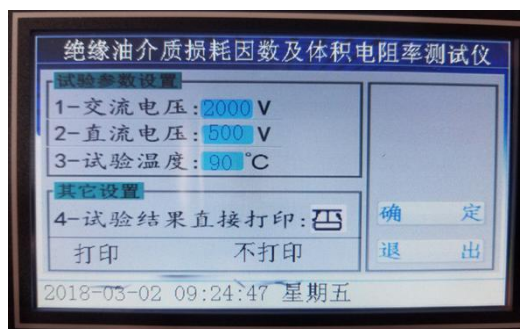
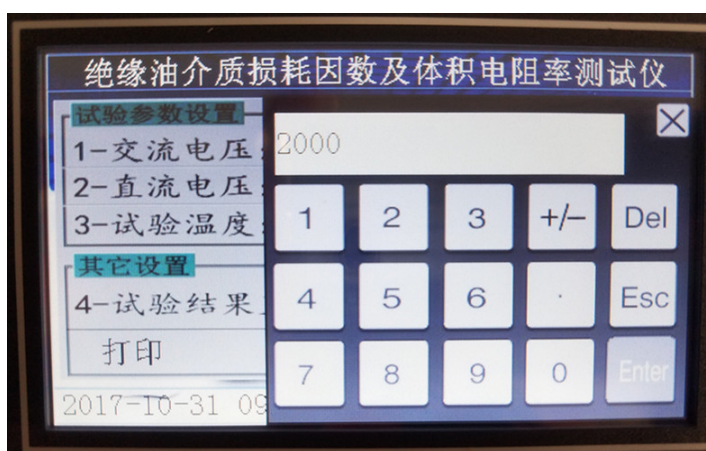

图 5
图 6
3、在图 3 界面下，按试验条件键，设备进入下一级菜单如图 5；
4、在图 5 界面中，可以分别对试验参数进行设置，图中是设备的默认参数，如需改动，只要点击需要改动的参数，就会自动弹出一个键盘，如图 6，在小键盘中直接输入需要的参数并点击小键盘上的确认键即可，选择打印的时候只要点击光标处就可以在是和否之间切换。设定好后点击确定即可回到图 3 主界面。